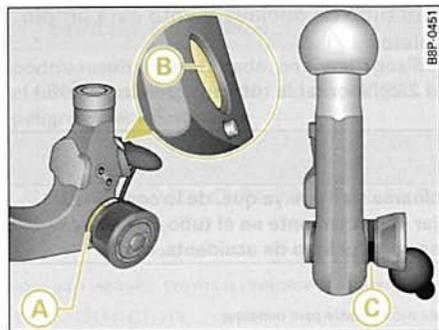

Fig. 198 Dispositivo desmontable para remolque: Rótula
- Compruebe si la marca roja (A) ⇒ fig. 198 de la rueda moleteada se encuentra en la zona negra de la rótula.
- Compruebe si las bolas del perno de bloqueo (B) que se encuentran en los orificios del vástago de encaje están hundidas.
- Compruebe que la rueda moleteada sobresalga claramente de la rótula, de forma que entre ambas quede una ranura (C).